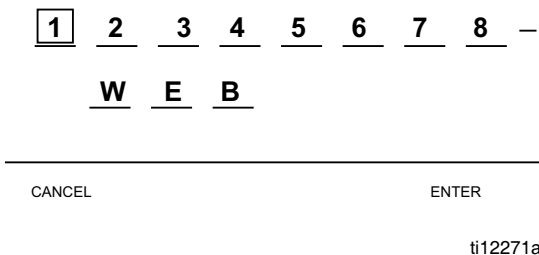

FIG. 24
Los pedidos de trabajo pueden tener un máximo de (8) caracteres. El código de trabajo puede tener un máximo de (3) caracteres. El número de Orden de trabajo está separado del Código de trabajo con un guión (-) (FIG. 24).